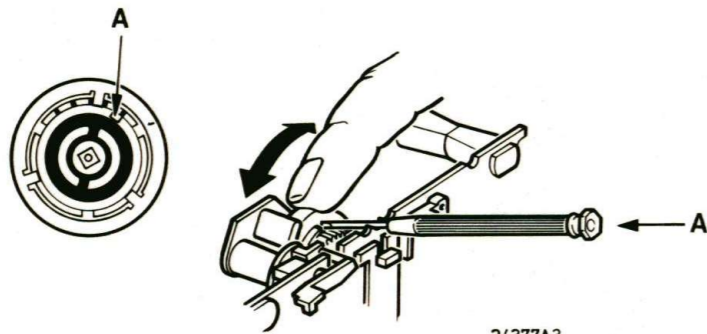

Fig. 6
- L'aumento di tensione Δ V sarà di 140 ± 15 mV. Se necessario, regolare la frizione di FF/REW (vedere Fig. 6).